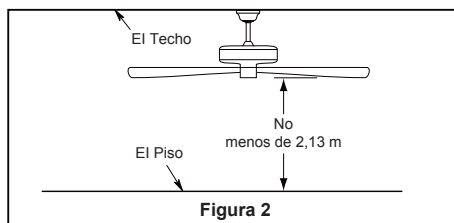

Figura 2
Uso de perfil profundo (Figura 2)
- ☐ 2. Retire los dos tornillos preensamblados y las tuercas de seguridad del soporte de la varilla del ensamble del motor y guárdelos para volverlos a instalar en la **Cómo ensamblar el ventilador de techo**, paso 4. (Figura 2)
2. Retire el clip de horquilla y pasador de horquilla de la parte inferior de la bola para colgar. Retener el pasador y clip para la reinstalación en el paso 4. (Figura 2)
Debe colgar el ventilador a una distancia mínima de 2,13 m desde las aspas hasta el piso. (Figura 2)
- ☐ 2. Coloque y ajuste firmemente la cubierta para el tornillo de la base sobre los tornillos de reborde de la abrazadera para colgar mediante el mecanismo de seguro por giro del chavetero. (Figura 2)
- ☐ 2. Instale la ensamble de la placa de iluminación en el soporte utilizando las dos ranuras principales de conexión. Vuelva a colocar el tornillo retirados previamente y asegure los tres tronillos. (Figura 2)
2. Instale el cadena del tirador del ventilador y cadena del tirador del kit de iluminación. (Figura 2)